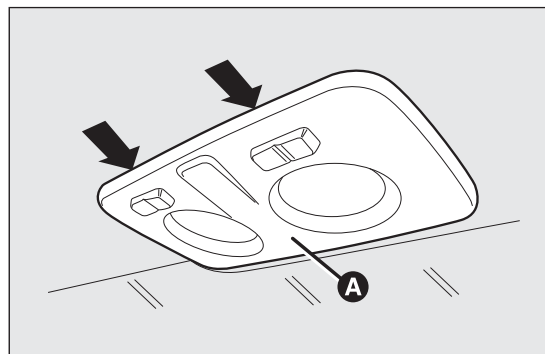
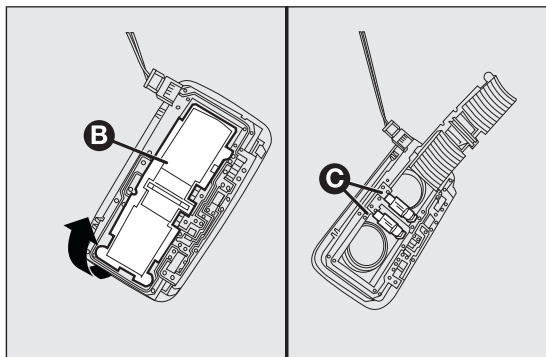

fig. 156
fig. 157
- ❑ actuar en los puntos indicados por las flechas y quitar el plafón A fig. 156;
- ❑ abrir la tapa de protección B fig. 157;
- ❑ volver a cerrar la tapa B fig. 157 y fijar el plafón A fig. 156 en su alojamiento asegurándose de que quede bloqueado correctamente.